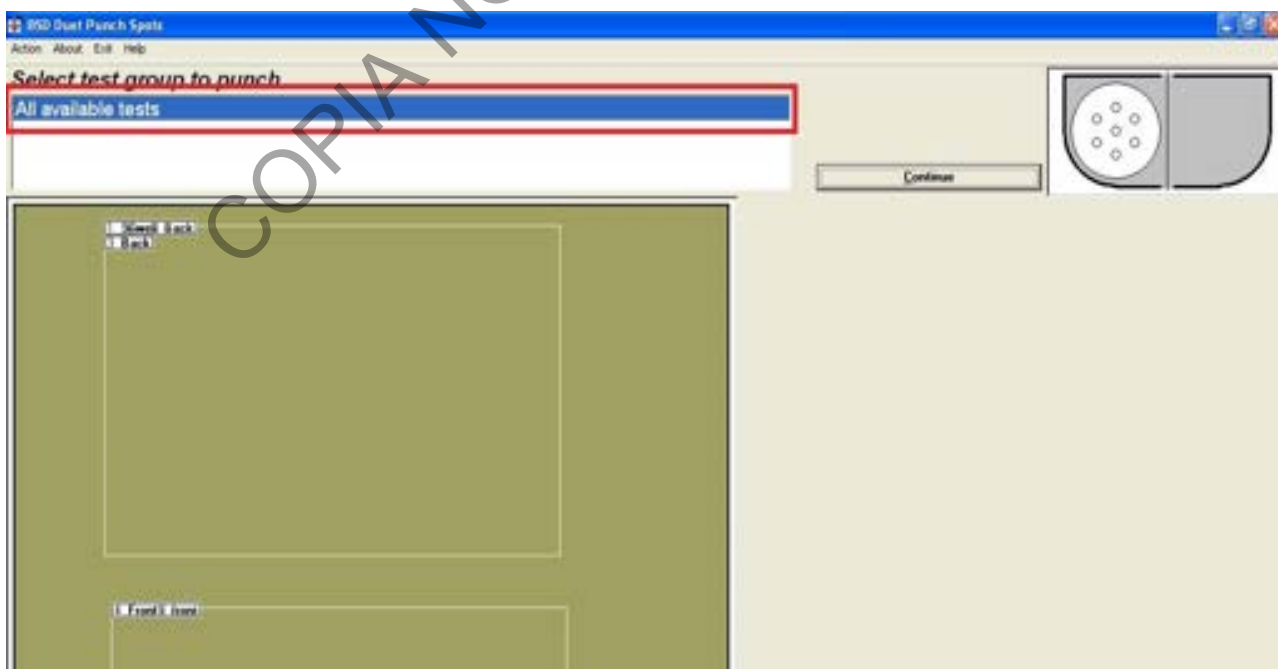

Figura 8. Selección de todas la pruebas disponibles
7.2.4 En la pantalla que se despliega, seleccione la opción todas las pruebas disponibles ("All available tests") y haga clic en continuar (opción "Continue") (ver figura 8).